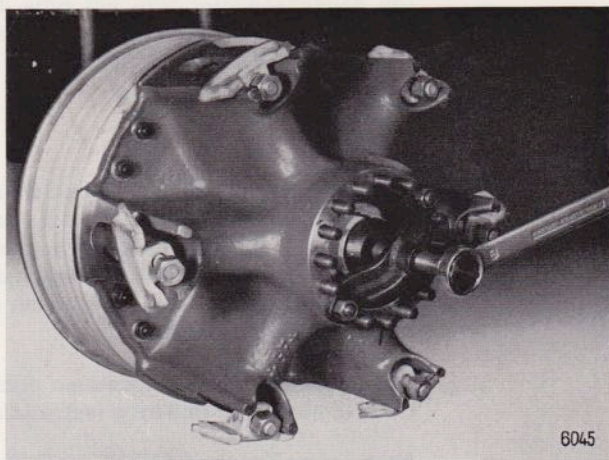

Abb. 62 Abziehen eines Hinterrades
- Sobald die Radlagermutter entfernt ist, kann, nachdem die Distanzscheibe mit der Nase weggenommen wurde, das Rad mit der Abziehvorrichtung von den Lagern zurückgezogen werden (Abb. 62).